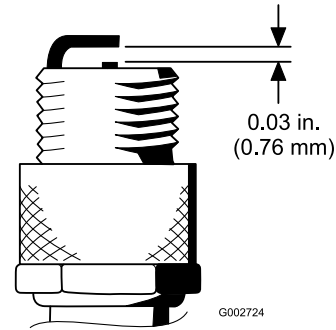

图 28
- 4. 将中心电极与侧电极之间的气隙设置为0.76mm请参阅图28。安装已设定正确气隙、带密封垫片的火花塞并将火花塞拧紧至23N·m。如果没有使用扭矩扳手请牢固拧紧火花塞。